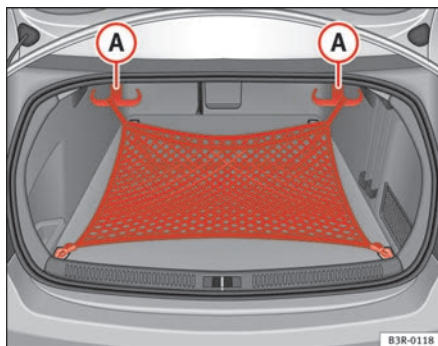

Abb. 117 Eingehängtes
- Hängen Sie die Haken des Ablagenetzes in die Verzurrösen am Boden des Heckabschlussteils ein ⇒ Abb. 117.
⇒ Abb. 117 an der Gepäckraumoberseite nach unten, ziehen Sie das Netz nach oben und hängen Sie die Ösen der Gepäckspinne in die Haken.